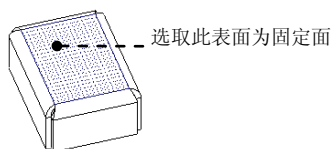

图 11.4.5 选取固定面
Step4. 选取固定面(边)。在系统 **选取当展平/折弯回去时保持固定的平面或边。** 的提示下, 选取图 11.4.5 所示的表面为固定面。